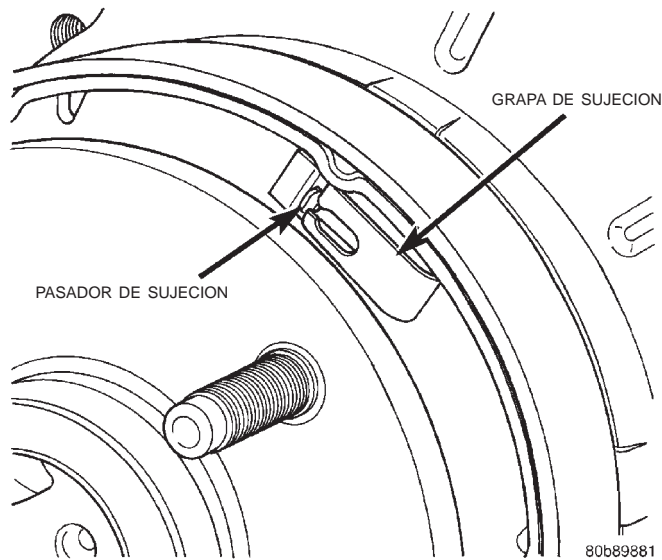

Fig. 62 Grapa y pasador de sujeción
- (10) Retire las grapas y pasadores de sujeción (Fig. 62). La grapa está sostenida en su lugar por el pasador que encaja en la escotadura de la grapa. Para la grapa, primero junte los extremos con el pulgar y el índice. Después desplace hacia arriba la grapa hasta que la cabeza del pasador salga de la parte estrecha de la escotadura. Luego retire la grapa y el pasador.
- (11) Retire las zapatas y el ajustador.